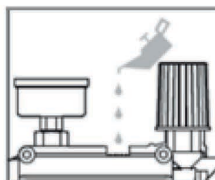
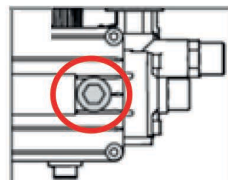

Рис. 16
Рис. 17
5. Через отверстие для щупа залейте в помпу чистое масло (SAE 5W40) (рис. 16) до уровня красной точки по центру смотрового окна (при наличии) (рис. 17) или ориентируйтесь по меткам на щупе. Уровень масла на щупе должен быть ближе к верхней метке.